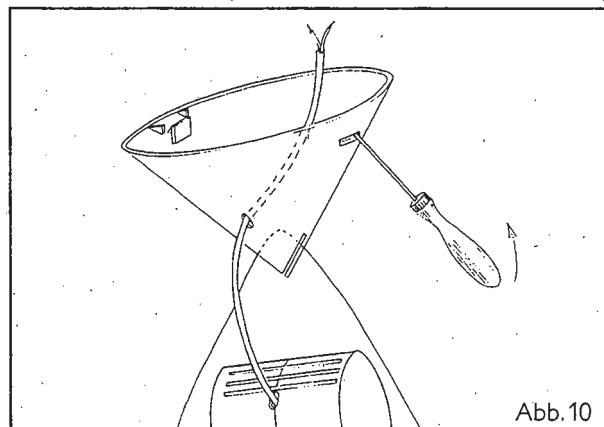

Abb. 10
5. Lösen des Baldachins: Durch Einsticken des Schraubendrehers in beide Schlitte am Baldachin und durch seitliches Drücken (Abb. 10).